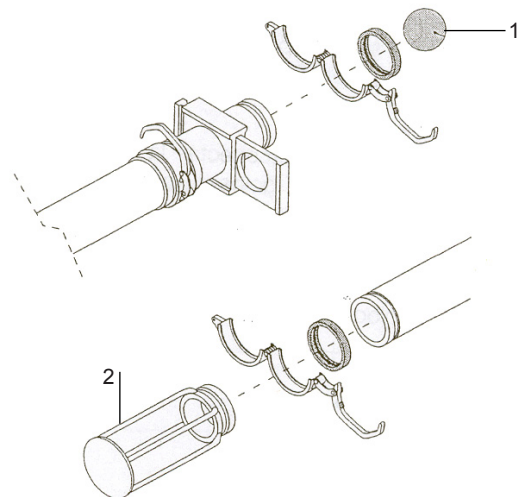
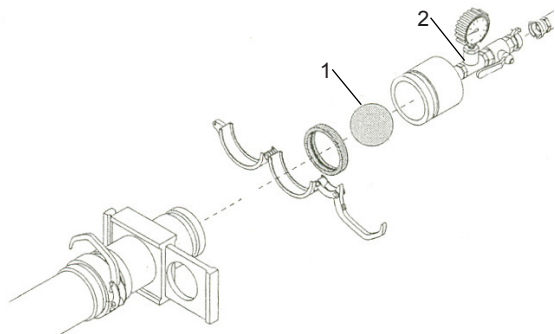

Fig. 23
Fig. 25
Imbiber d'eau une éponge avant de l'introduire dans le tuyau (Fig. 23 Rep. 1). Raccorder de nouveau le tuyau à la machine. Monter à l'extrémité du tuyau, à l'aide du raccord Victaulic muni de son joint, la cagette pour récupérer l'éponge (Fig. 23 Rep. 2). Remplir la cuve avec de l'eau et mettre en route le pompage.
Monter à l'extrémité du tuyau, à l'aide du raccord Victaulic muni de son joint, la cagette pour récupérer l'éponge (Fig. 23 Rep. 2). Introduire dans le tuyau une éponge mouillée, adaptée au diamètre du tuyau (Fig. 25 Rep. 1) ; raccorder le dispositif de nettoyage muni de soupape sphérique (Fig. 25 Rep. 2), livrée avec la machine, en contrôlant qu'il soit bloqué correctement.
! L'éponge peut sortir du tuyau avec violence : étendre correctement l'embout du tuyau ; si le tuyau est obstrué ou bloqué, l'éponge ne sort pas. Interrompre l'introduction d'air en tournant le levier (Fig. 25 Rep. 2).
Vider les cuves de l'eau, placer le levier de vidange (Fig. 25 Rep. 2) en position verticale.
- Mettre en route la machine, maintenir le moteur au ralenti et régler le débit de la pompe au minimum à l'aide du sélecteur (Fig. 25 Rep. 2) sur le tableau électrique.
- Tourner le sélecteur d'inversion (Fig. 25 Rep. 2).